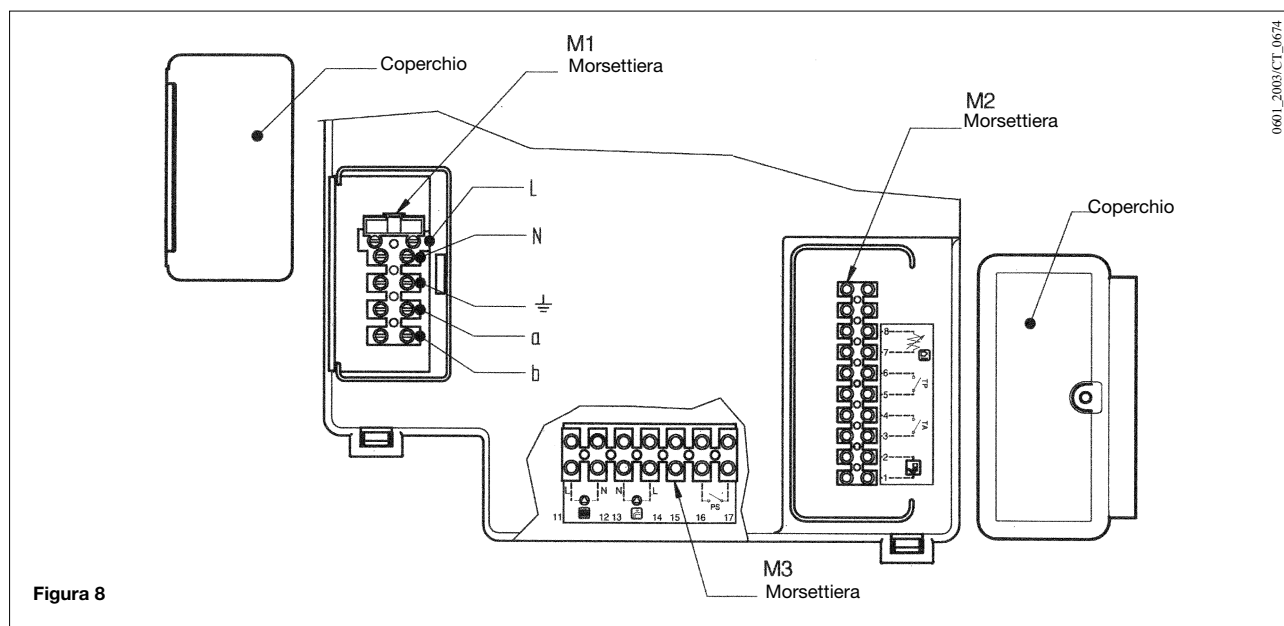

Figura 8
- Il fusibile, del tipo rapido da 3,15 A, è incorporato nella morsettiera di alimentazione (figura 8). Estrarre il portafusibile colore nero per il controllo e/o sostituzione.
Ruotare verso il basso la scatola comandi ed accedere alle morsettiere M1 e M2 destinate ai collegamenti elettrici togliendo i due coperchi di protezione (vedere figura 8).
Il regolatore climatico SIEMENS modello QAA73 (accessorio a richiesta) deve essere collegato ai morsetti 1-2 della morsettiera M2 di figura 8.
La sonda esterna SIEMENS modello QAC34 (accessorio a richiesta) deve essere collegata ai morsetti 7-8 della morsettiera M2 di figura 8.